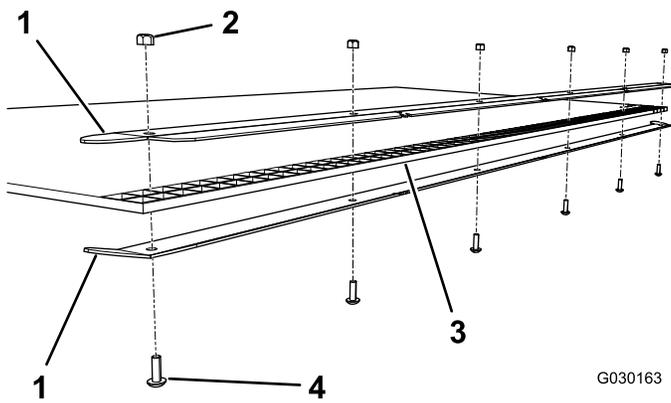

Figura 5
2. Instale provisionalmente los soportes de la estera en el borde de la estera niveladora con 6 tornillos (5/16" x 1") y 6 contratuercas (5/16"), según se muestra en Figura 5.